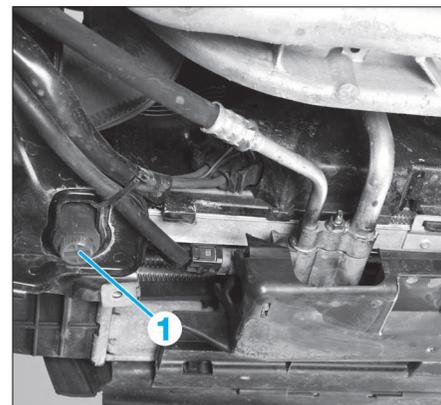

FIG. 46
- Ouvrir la vis de vidange du radiateur (1) (Fig.46) (en bas à gauche) et vidanger le liquide.